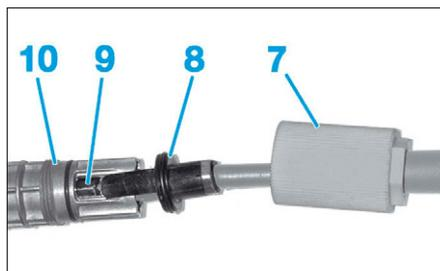

FIG. 32
- Dévisser l'écrou (7) (Fig.32).
- Faire glisser l'écrou (8) sur le câble primaire.
- Tirer sur la butée (9).
- Dégager l'embout de câble (10) du groupe frein de stationnement.